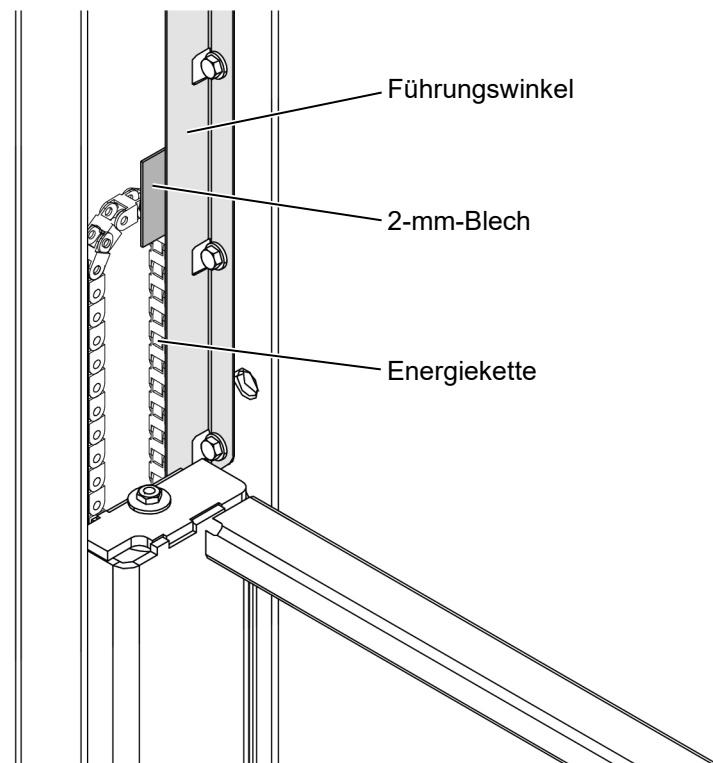

Abbildung 12: Führungswinkel positionieren
- Der Abstand zwischen Führungswinkel und Energiekette muss 2 mm betragen (2-mm-Blech einschieben, siehe Abbildung 12).